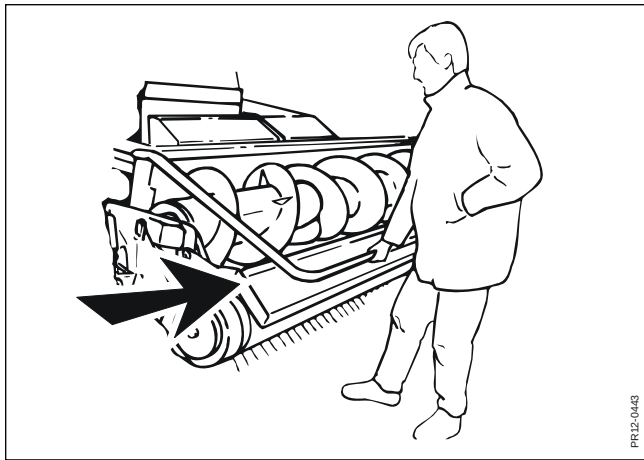

Fig. 3-8
- Fig. 3-8** Med stoppladen for pick-up til optagning af kortsnittet materiale, sker optagning af skår (kort græs) uden problemer. Materialet presses fra overpladen mod pick-up fjedrene. Herved sikres, at materialet ikke falder fremefter. Alt efter, hvor stort skåret er, kan denne overplade anbringes i den ønskede afstand til pick-up ved at indstille stoplasker.